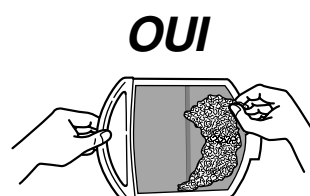

Fig. 12
- Nettoyez-le en le débarrassant de la mince couche de peluche qui le recouvre (Fig. 12).